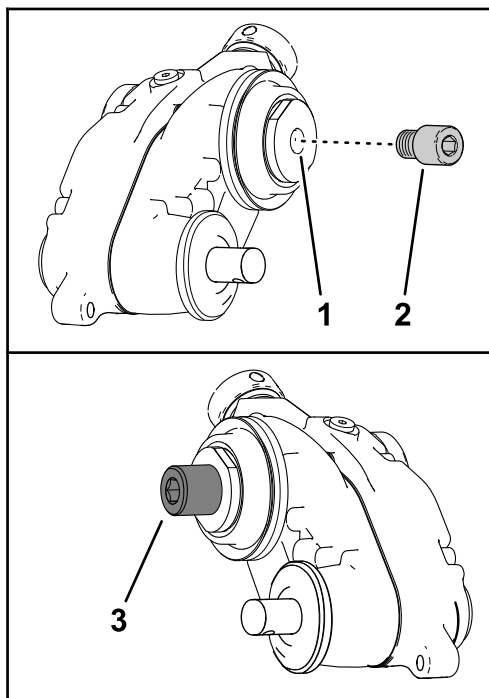

Figura 10
1. Aplique fixador de roscas de resistência média (por exemplo, Blue Loctite® 243) nas roscas no interior do veio da caixa da transmissão como se mostra na Figura 10 e aperte o adaptador do cilindro e veio da caixa da transmissão do cilindro com 150 a 163 N·m.